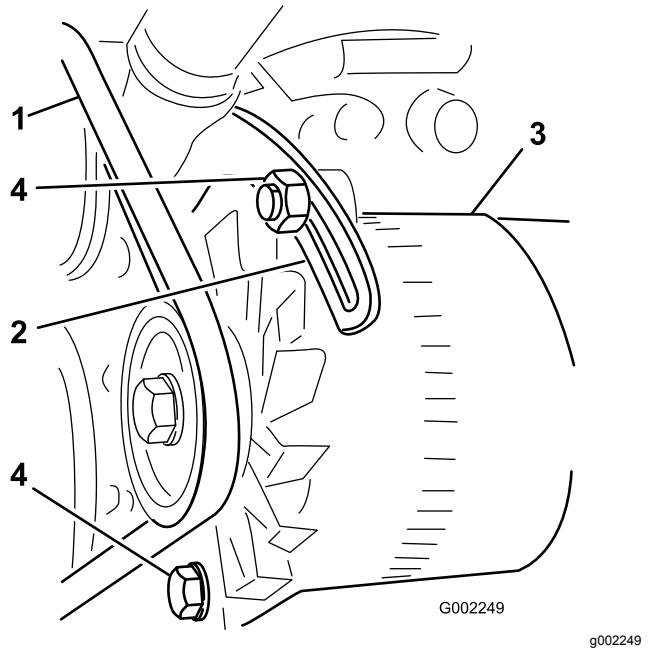

Figura 95
3. Afloje el perno del punto de pivotaje del alternador; afloje el perno que fija el alternador al tirante ranurado (Figura 95).